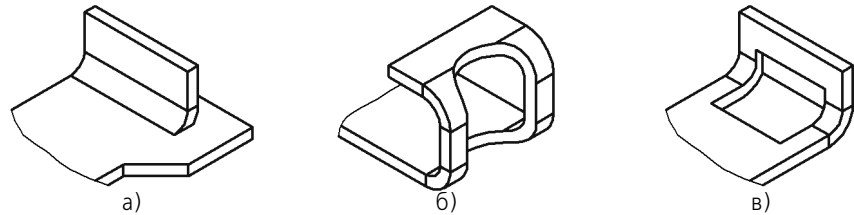

Рис. 111.5. Примеры листовых элементов, делающих невозможным разгибание сгиба: а) пластина, б) отверстие, в) вырез
- ▼ Элементы, затрагивающие сгиб, могут располагаться так, что разгибание или сгибание этого сгиба окажется невозможным (рис. 111.5, 111.6).